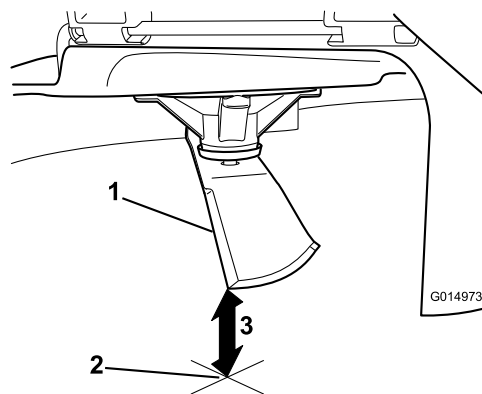

Figura 103
3. Misurate dalla punta della lama alla superficie piana (Figura 103).